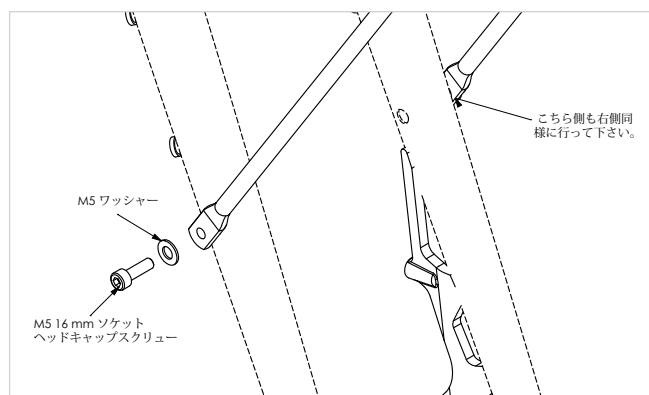

図 6
1. 付属の穴空きアロイブロックを 50mmボルト、M6ワッシャー2枚、M6ナット(図6)を使ってフォークに固定します。最後まで完全に締め込むことのないようにしてください。
2. ラックのストラット部分を緩め、フォーク中ほどの取り付け穴に沿うようにし、M5 x 16mmネジとM5ワッシャーで固定します。最後まで完全に締め込むことの無いようにして下さい(図6)。